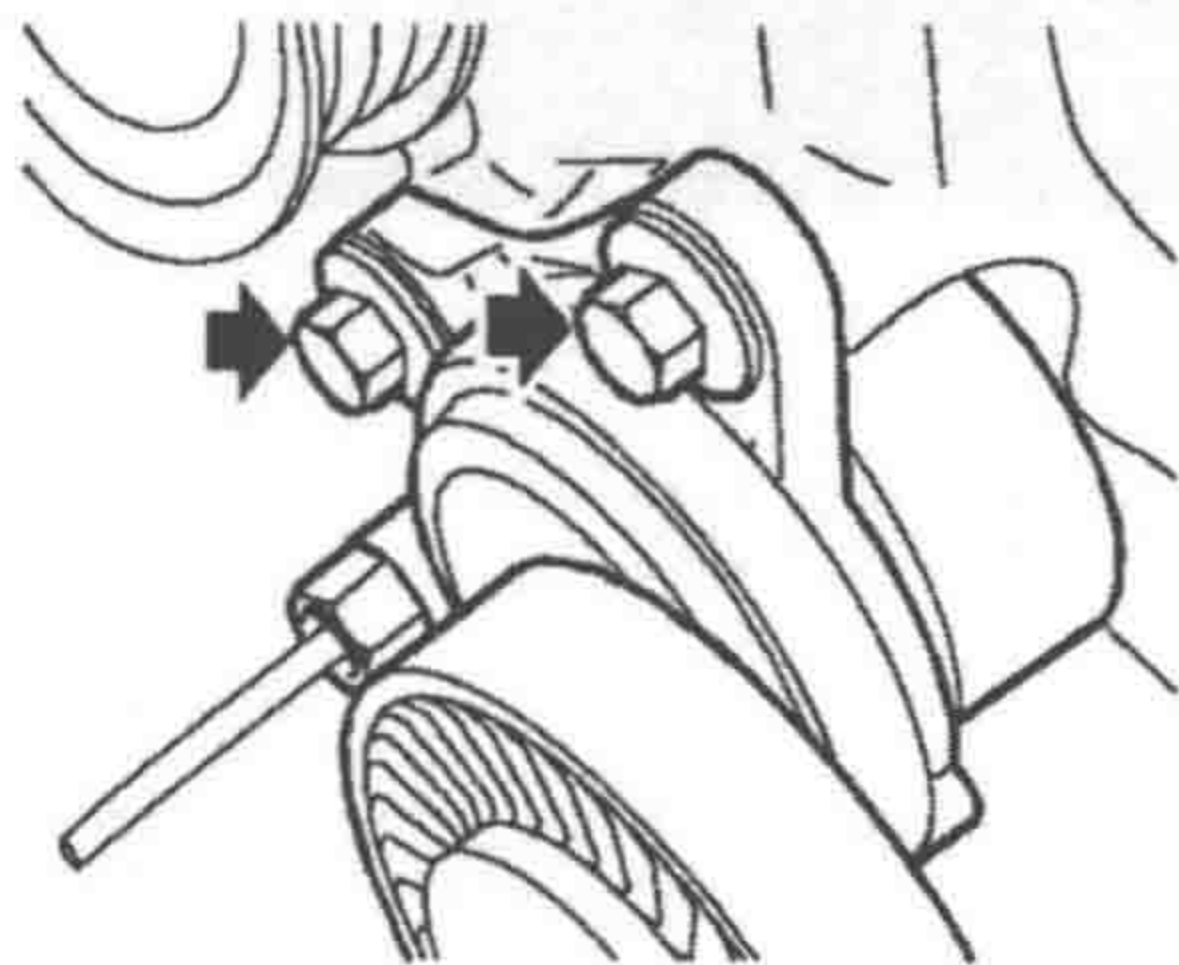

图 1-1-5 拆卸动力转向泵张紧轮固定螺栓
⑫ 拆卸曲轴皮带轮。
⑬ 拧下固定动力转向泵张紧轮的 2 个螺栓，把张紧轮拆下，如图 1-1-5 所示。